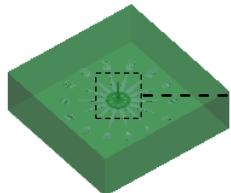

图 23.11 分流道
Step3. 创建图 23.11 所示的分流道。
(1) 单击 **模型** 功能选项卡 **切口和曲面** ▾ 区域中的 **拉伸** 按钮，在操控板中，确认“实体”按钮 被按下。
① 定义草绘截面的放置属性。在绘图区域右击，从系统弹出的菜单中选择 **定义内部草绘...** 命令；然后选择 MAIN_PARTING_PLN 基准平面作为草绘平面，草绘平面的参考平面为 MAIN_RIGHT 基准平面，方位为 **右**，单击 **草绘** 按钮，进入截面草绘环境。